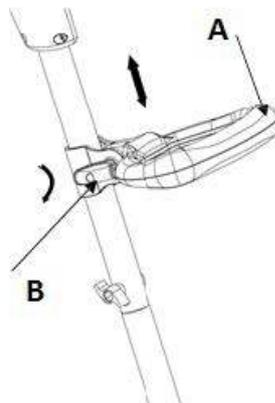

Рис. 4
Для регулировки вспомогательной рукоятки ослабьте барашковую гайку (B) и установите ручку (A) в удобное для вас положение (Рис. 4).